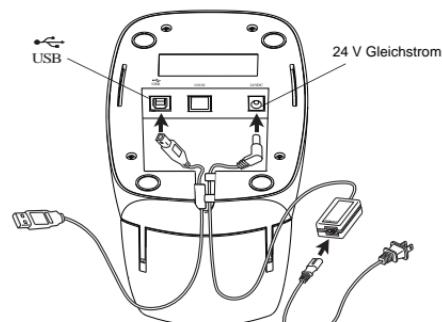

Abbildung 25
- 3 Stecken Sie das Netzkabel in den Netzadapter. Siehe Abbildung 25.